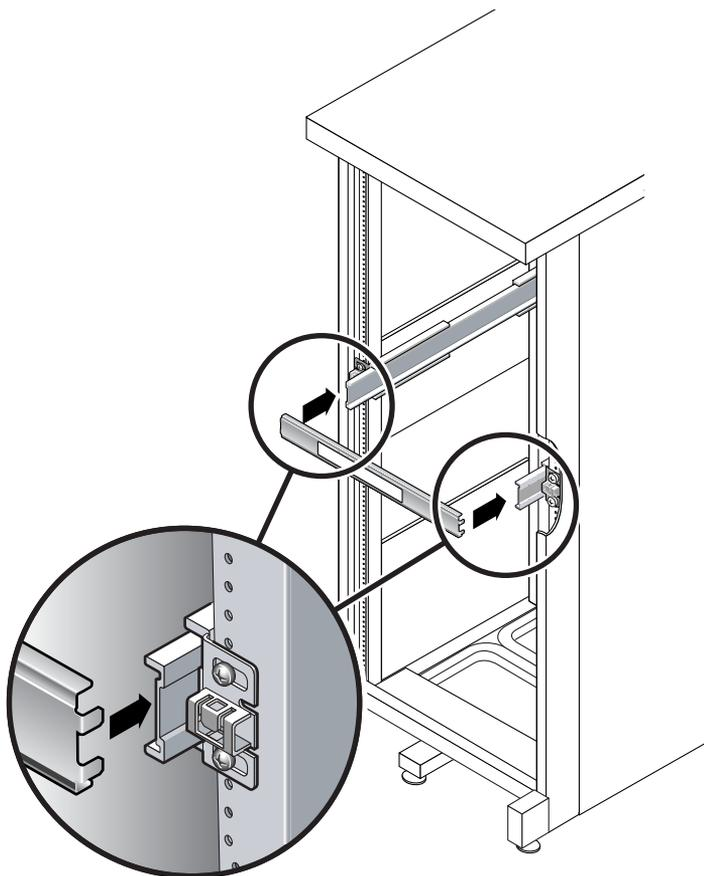

図 2-16 スライドレールの間隔ツールを使用したスライドレール間の間隔の調整
- a. ラックの正面で、間隔ツールの左側を左のレールの端にあるスロットに差し込みます (図 2-16)。